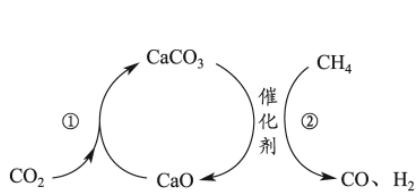
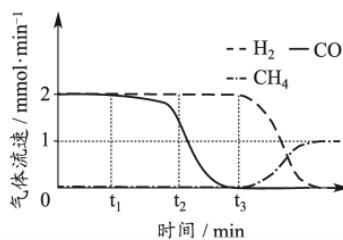

图1
图2
CO₂捕获和转化可减少CO₂排放并实现资源利用，原理如图1所示。反应①完成之后，以N₂为载气，将恒定组成的N₂、CH₄混合气，以恒定流速通入反应器，单位时间流出气体各组分的物质的量随反应时间变化如图2所示。反应过程中始终未检测到CO₂，在催化剂上检测到有积炭。下列说法不正确的是